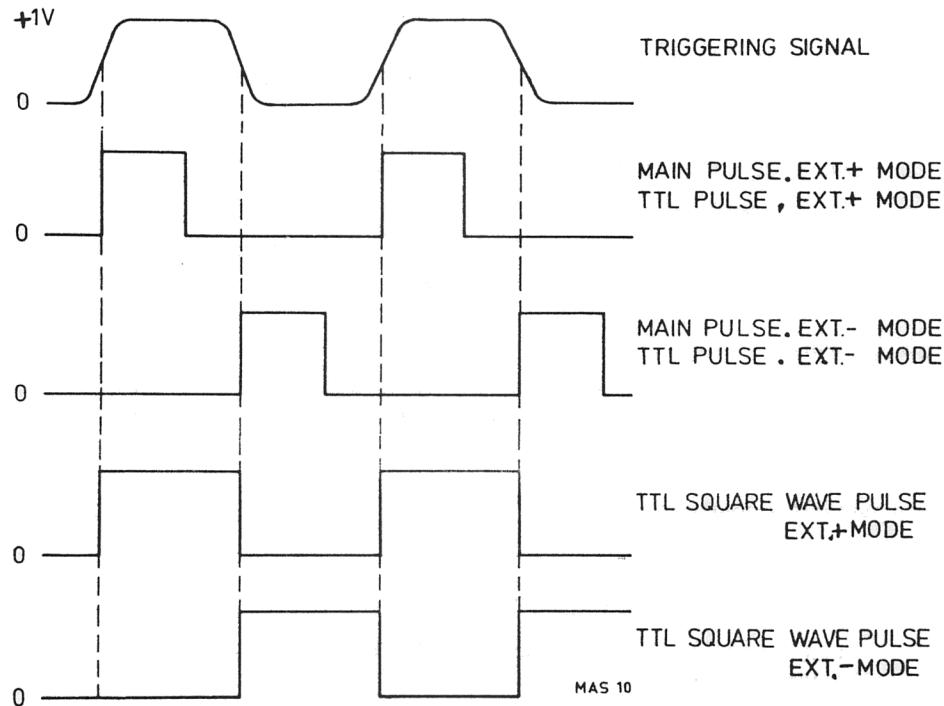

Abb. VI-7. Externe Triggerung, PM 5705
- Wahlschalter REPETITION TIME in Stellung EXT+ oder EXT- bringen, wodurch die Triggerung durch die positive oder negative Flanke des Signals erfolgt. Impulsdauer auf 10 μ s einstellen. Vgl. Abb. VI-7.
- Es erscheint dann ein Ausgangsimpuls nach Abb. VI-7.
- Beachten, daß Impulsfolgefrequenz und Impulsdauer vom Triggersignal bestimmt werden. Vgl. Abb. VI-7.